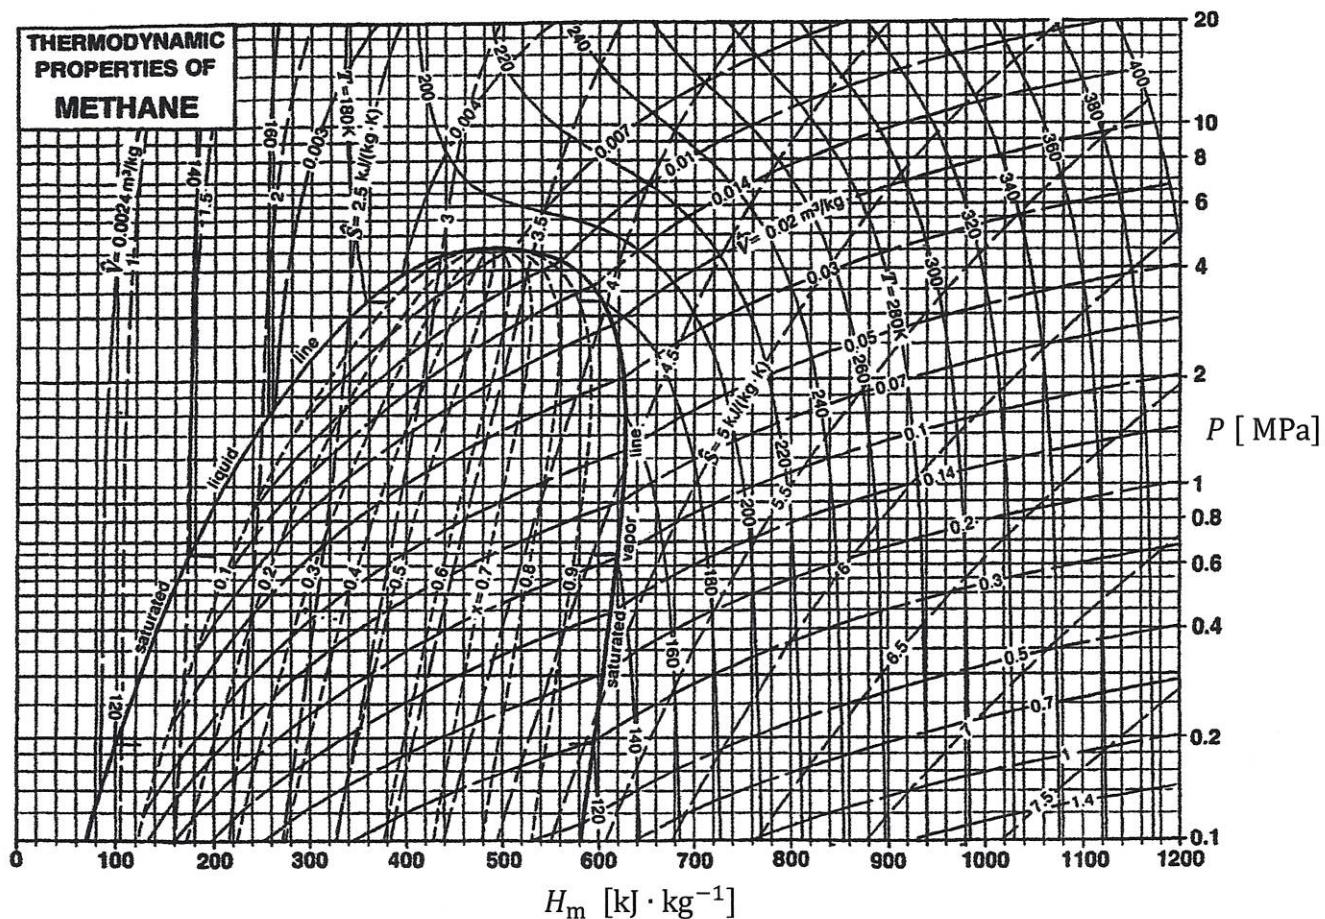

図2 メタンの圧力ーエンタルピー線図
- (b) 図2にメタンの圧力ーエンタルピー線図を示す。全ての圧縮過程を通してメタンを圧縮するのに必要な仕事 \dot{W} を求めよ。